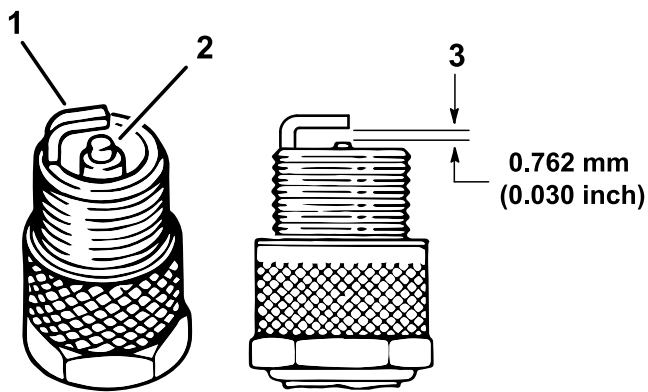

Figure 34
- Vérifiez l'état des électrodes latérale et centrale, ainsi que de l'isolateur de l'électrode centrale (Figure 34).
5. Réglez l'écartement entre les électrodes centrale et latérale à 0,76 mm (0,03 po), comme montré à la Figure 34.